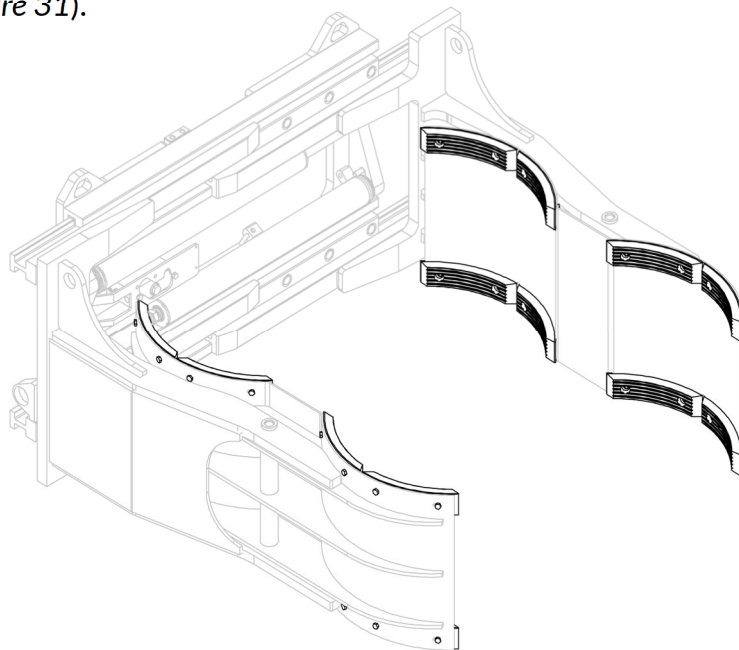
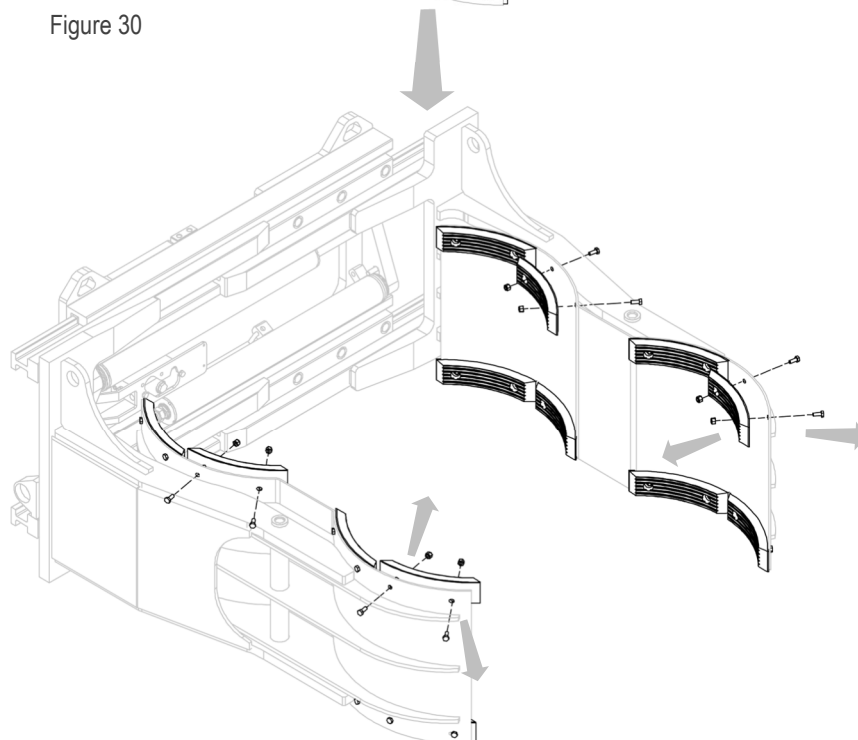

Figure 30
Figure 31
3. Retirer les plaques en caoutchouc après avoir retiré les vis et écrous correspondants (voir *Figure 30* et *Figure 31*).